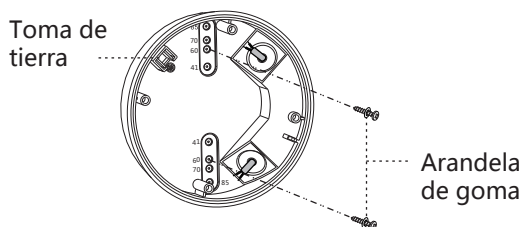

FIG.17
- Seleccione los orificios apropiados para fijar el accesorio a la superficie del techo mediante dos tornillos con arandela de goma (Ver FIG.17).